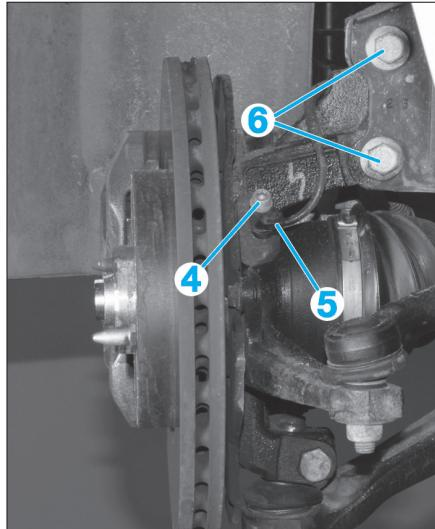

Fig. 4
- Dévisser la vis de fixation (4) et déposer le capteur de vitesse de roue (5) (Fig.4).